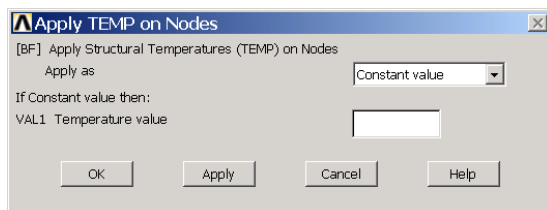

图5.46 施加温度荷载
- (1) 单击工具栏上的 **RESUM\_DB** 按钮，恢复 5.4.3 节中保存的模型数据库。
- (2) 单击 **Main Menu>Solution>Define Loads>Apply>Structural>Temperature> On Nodes** 菜单，弹出图形拾取对话框，选择适当的节点，单击 **【OK】** 按钮，弹出如图 5.46 所示的对话框。